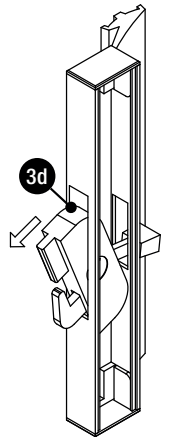

Fig. 4
Step 3d - Push the lock assembly out of the housing as shown (Fig. 4)
Étape 3d - Pousser l'ensemble de verrou pour le faire sortir du boîtier, comme illustré. (Fig. 4)
Paso 3d - Empuje el conjunto de cerradura fuera de la carcasa tal como se muestra (Fig. 4).